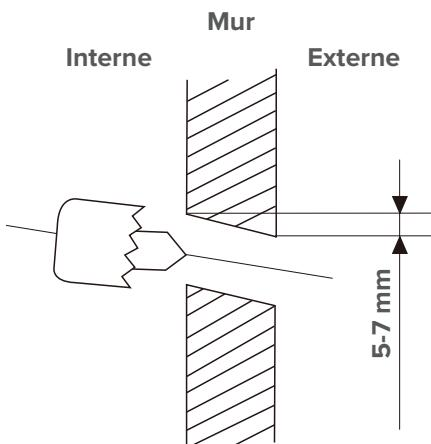

Fig. 6
- 1 Déterminer la position du trou en fonction de la position de la plaque de montage. Pour aider à choisir la position optimale, voir le point «Dimensions de la plaque de montage». Le trou dans le mur doit avoir un diamètre minimum de 65 mm et une légère inclinaison vers le bas pour faciliter le drainage (voir «Fig. 6»).